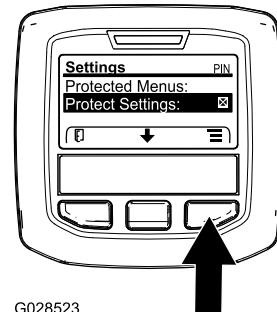

Figura 74
Nota: Se não existir um X na caixa à direita da entrada de definições protegidas, os submenus de rampa esquerda, rampa central, rampa direita e repor definições não estão bloqueados com PIN (Figura 74).
- Nota:** Surge um X na caixa à direita da entrada de Definições protegidas (Figura 74).